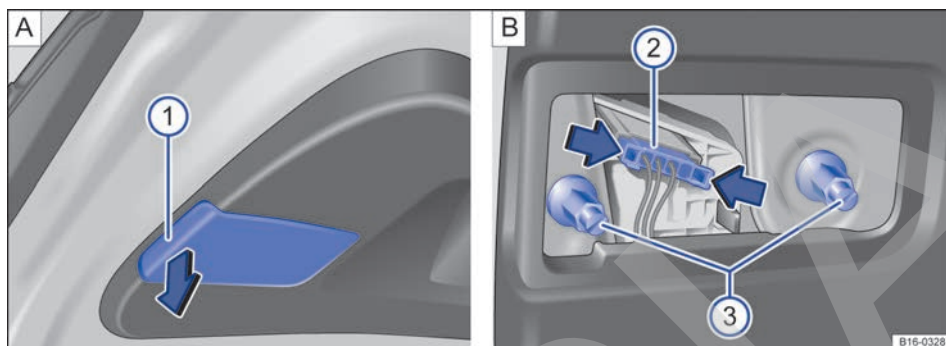

Fig. 196 En el portón del maletero: **A** Desmontaje de la tapa del grupo óptico trasero; **B** Desmontaje del grupo óptico trasero.
3. Introduzca la punta plana del destornillador de las herramientas de a bordo → pág. 251 en el rebaje de la tapa y desprenda esta con cuidado haciendo palanca → fig. 196 A .
4. Comprima los encastres del conector → fig. 196 B  en el sentido de las flechas y desacople el conector.
5. Suelte las uniones atornilladas → fig. 196 B  y extraiga el grupo óptico trasero del portón del maletero con cuidado.
9.	Con una mano sostenga el grupo óptico en la posición de montaje y con la otra apriete los tornillos de fijación → fig. 196  ③.
10.	Acople el conector → fig. 196  ② al portalámparas.